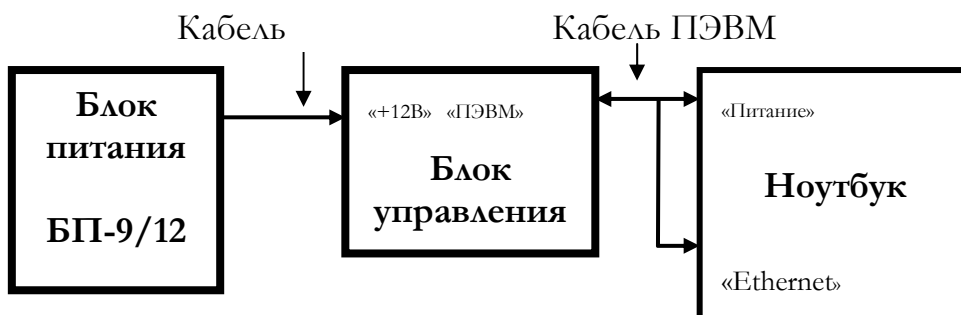

Рис. 3.5.12. Схема соединений блока управления и ноутбука.
2. Соединить блок управления и ноутбук по схеме рис. 3.5.12.